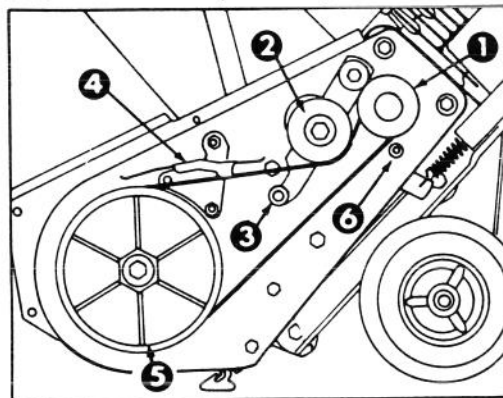

Abb. 14
3. DEMONTAGE DES RIEMENS (Abb. 14) — An der Riemenspannrolle nach unten drücken, so daß der Riemen von der Rotorriemenscheibe, dem Bremsarmsatz und der Motorriemenscheibe abgenommen werden kann.
4. RIEMENMONTAGE (Abb. 14) — Den Riemen über die Motorriemenscheibe legen, unter die Riemenspannrolle, über die Rolle